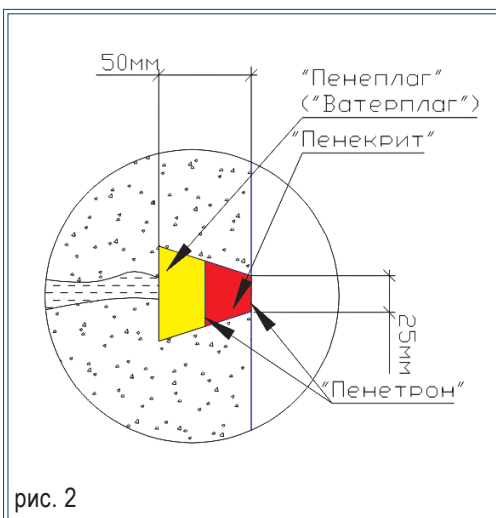

рис. 2
2. УСТРАНИТЬ НАПОРНЫЕ ТЕЧИ (рис. 2, 3)